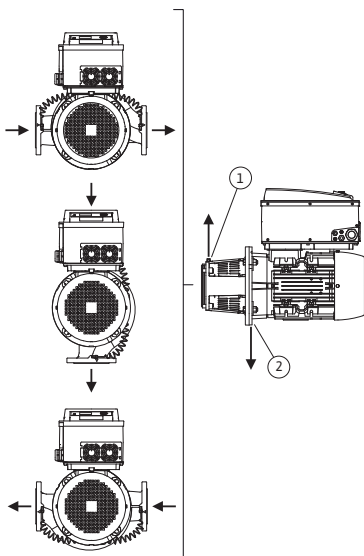
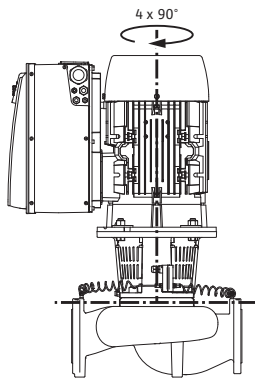

Fig. 18: Επιτρεπόμενες θέσεις τοποθέτησης με οριζόντιο άξονα κινητήρα
Fig. 19: Επιτρεπόμενες θέσεις τοποθέτησης με κάθετο άξονα κινητήρα
Οι επιτρεπόμενες θέσεις τοποθέτησης με οριζόντιο άξονα κινητήρα και με ηλεκτρονική μονάδα προς τα πάνω (0°) παρουσιάζονται στο Fig. 18. Δεν απεικονίζονται οι επιτρεπόμενες θέσεις τοποθέτησης με πλαϊνή ηλεκτρονική μονάδα ($\pm 90^\circ$). Επιτρέπεται κάθε θέση τοποθέτησης εκτός από τη θέση "Ηλεκτρονική μονάδα προς τα κάτω" (-180°). Η εξαέρωση της αντλίας διασφαλίζεται μόνο όταν η βαλβίδα εξαέρωσης δείχνει προς τα πάνω (Fig. 18, θέση 1). Μόνο σε αυτήν τη θέση (0°) μπορεί το συμπύκνωμα που δημιουργείται να απομακρυνθεί μέσα από συγκεκριμένη διαθέσιμη οπή, από την λατέρνα καθώς και τον κινητήρα (Fig. 18, θέση 2). Γι' αυτό αφαιρέστε την τάπα στη φλάντζα κινητήρα.
- Η βαλβίδα εξαέρωσης στη λατέρνα (Fig. 6, θέση 1.31) πρέπει, με τον άξονα κινητήρα σε οριζόντια θέση, να δείχνει πάντα προς τα πάνω (Fig. 6a: και Fig. 6b:). Όταν ο άξονας του κινητήρα είναι σε κάθετη θέση επιτρέπεται οποιοσδήποτε προσανατολισμός της βαλβίδας. Για το σκοπό αυτό δείτε επίσης Fig. 18: «Επιτρεπόμενες θέσεις τοποθέτησης με οριζόντιο άξονα κινητήρα» στη σελίδα 25 ή Fig. 19: «Επιτρεπόμενες θέσεις τοποθέτησης με κάθετο άξονα κινητήρα» στη σελίδα 26.
- Με άξονα κινητήρα σε οριζόντια θέση είναι απαραίτητο η οπή εκροής συμπυκνωμάτων να είναι στην κάτω πλευρά (Fig. 18, Θέση 2). Ενδεχομένως θα πρέπει να στραφεί ανάλογα ο κινητήρας.